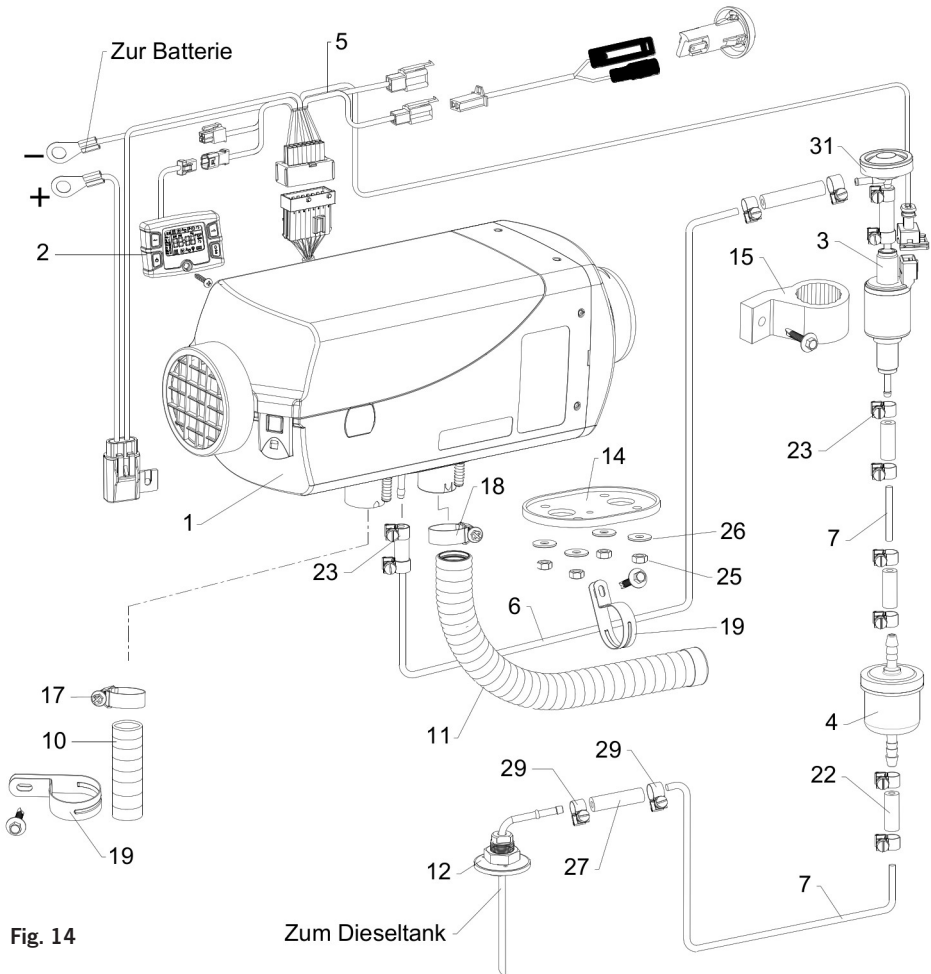

Fig. 14
**32. VanHeat 4.0-DH | Produktinformation | Ersatzteilliste (Siehe Fig. 14)**